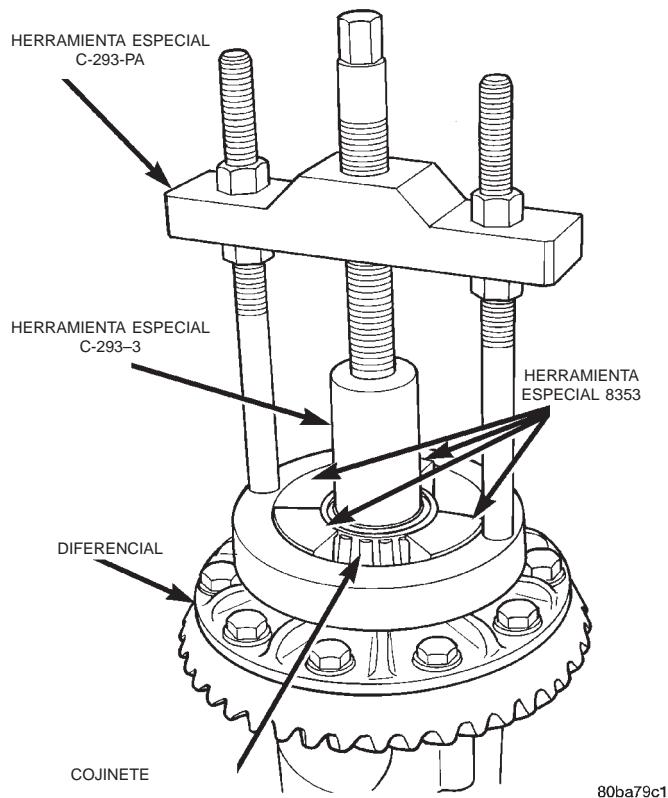

Fig. 38 Desmontaje del cojinete del diferencial
- (1) Retire la caja del diferencial de la caja del eje.
- (2) Retire los cojinetes de la caja del diferencial con la prensa y el extractor C-293-PA, los adaptadores 8353 y el tapón C-293-3 (Fig. 38).